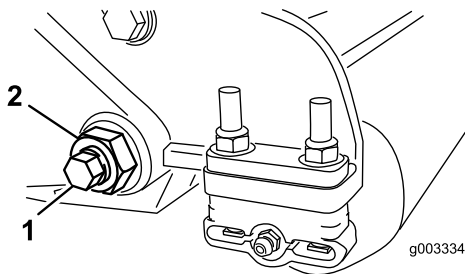

Figura 27
3. Su ciascun lato della macchina, allentate il dado di bloccaggio che fissa il bullone della barra di appoggio (Figura 27).
4. Togliete ciascun bullone della barra di appoggio consentendo alla barra di appoggio di essere tirata verso il basso e rimossa dall'apparato di taglio (Figura 27).